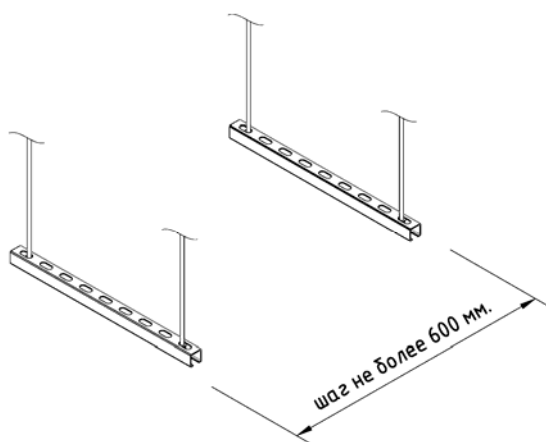

Рис. 1
3. Закрепить траверсы на шпильках с помощью шайб и гаек, отрегулировать высотную отметку крепления траверс в соответствии с проектной отметкой (рис. 1).